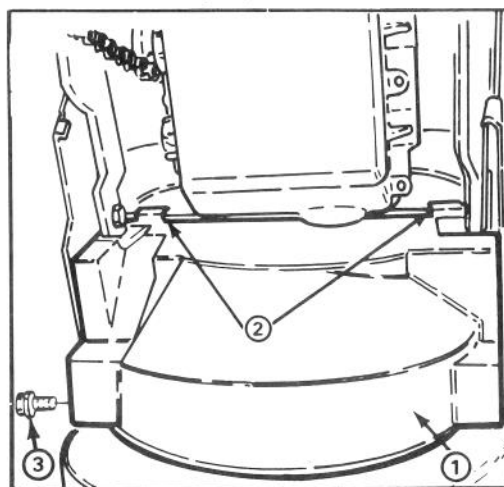

Abbildung 2
7. Untere Riemenabdeckung mit 2 1/4-20 x 1/2" Kopfschrauben an Unterseite des Räumgetriebegehäuses befestigen (Abb. 2). Sich überzeugen, daß die Riemenabdeckungs-Befestigungszungen hinten am Motorrahmen befestigt sind.